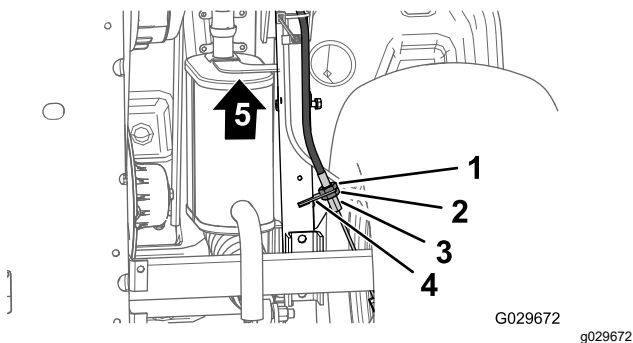

Figure 57
3. Au bas de la machine, desserrez de 4 tours l'écrou de blocage arrière du régleur fileté sur le câble de frein de stationnement (Figure 57).
4. Resserrez l'écrou de blocage avant (Figure 57).
- A. Desserrez d'un tour l'écrou de blocage avant (Figure 57) du régleur fileté du câble de frein de stationnement.
- B. Resserrez l'écrou de blocage arrière (Figure 57).
- A. Desserrez d'un tour l'écrou de blocage arrière (Figure 57) du régleur fileté du câble de frein de stationnement.
- B. Resserrez l'écrou de blocage avant (Figure 57).